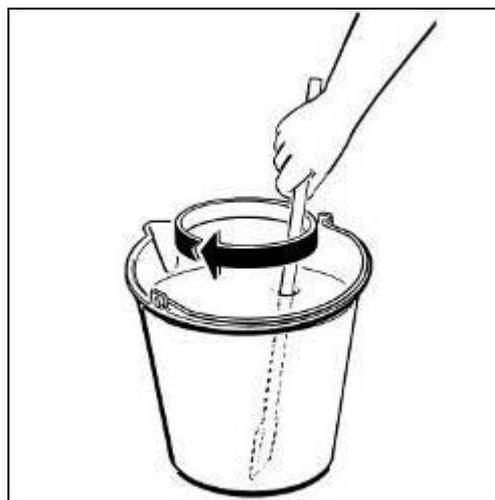

Fig. 22
- Diluer et mélanger, dans un récipient à part, le produit avec de l'eau ou du lait selon les instructions du producteur (voir figure 22).